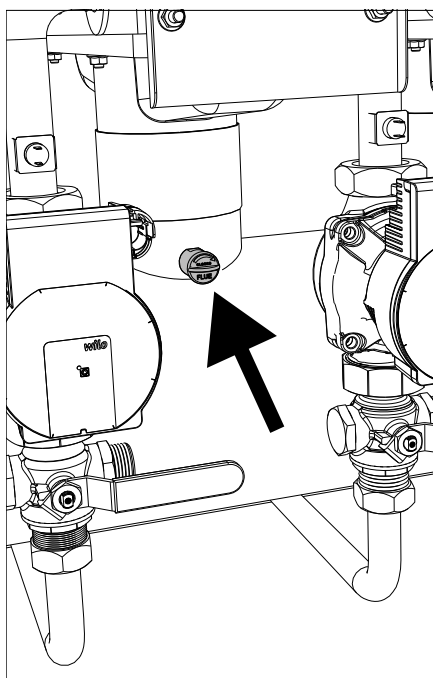

fig. 80 - Presa fumi del singolo modulo
Il prelievo dei fumi della combustione va eseguito inserendo la sonda dell'analizzatore nella presa fumi del singolo modulo (vedi fig. 80).
- Inserire uno strumento di analisi combustione nella presa fumi (vedi fig. 80).